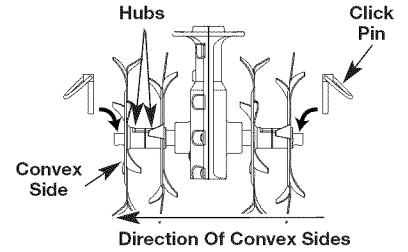

Fig. 12
2. Quite el pasador de trinquete de cada uno de los extremos del eje de los dientes. Saque los dientes deslizándolos del eje (Fig. 12).
4. Coloque los dientes nuevos deslizándolos en su lugar con los núcleos mirando uno hacia el otro (Fig. 12).